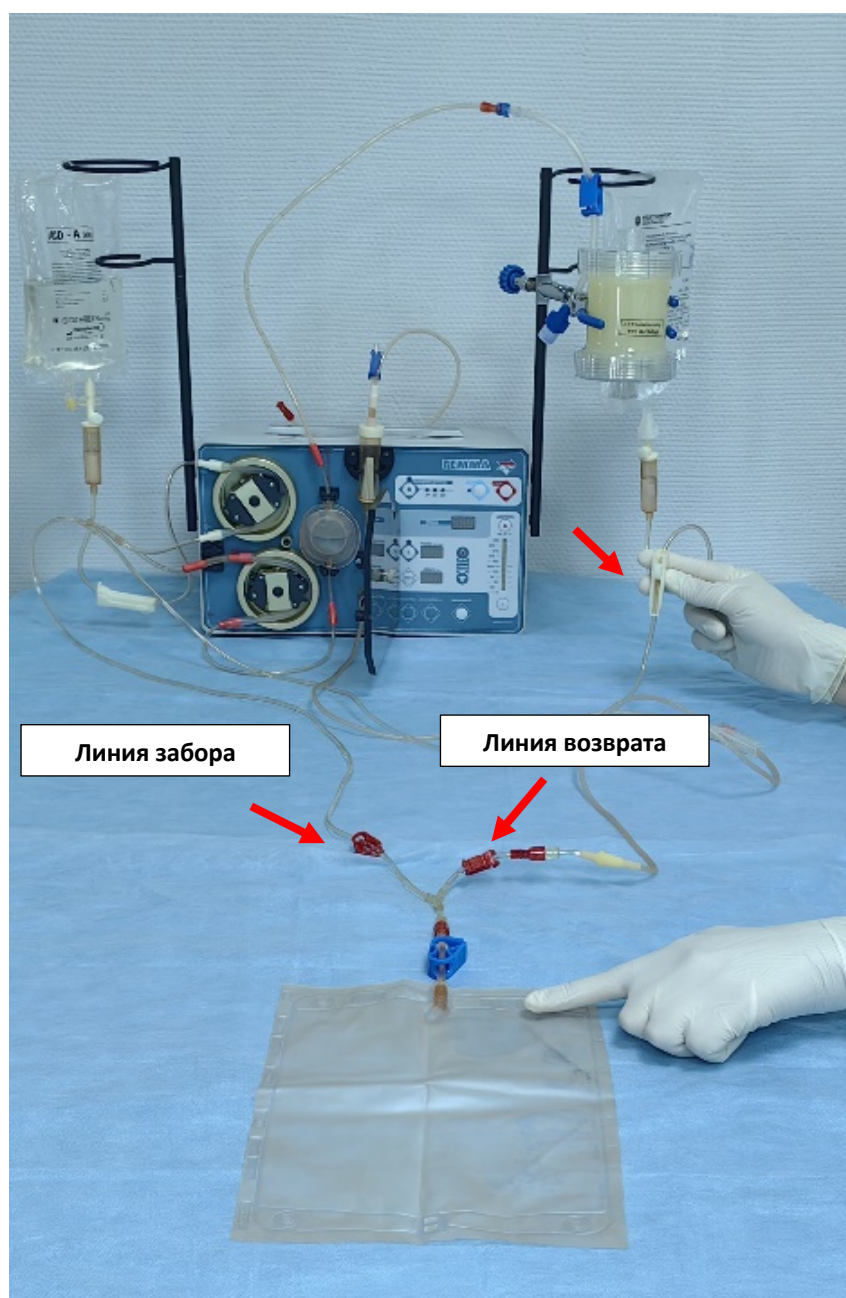

Рисунок 3.16
- 3.7. Откройте роликовый зажим на физиологическом растворе и самотеком заполните линию забора, при необходимости слегка надавливая на мешок с физиологическим раствором. Закройте линию забора крови. Линия возврата закрыта. Проверьте правильность закрепления магистрали во всех датчиках и закройте защитное стекло, закрепив фиксирующим винтом до упора (рис. 3.16).